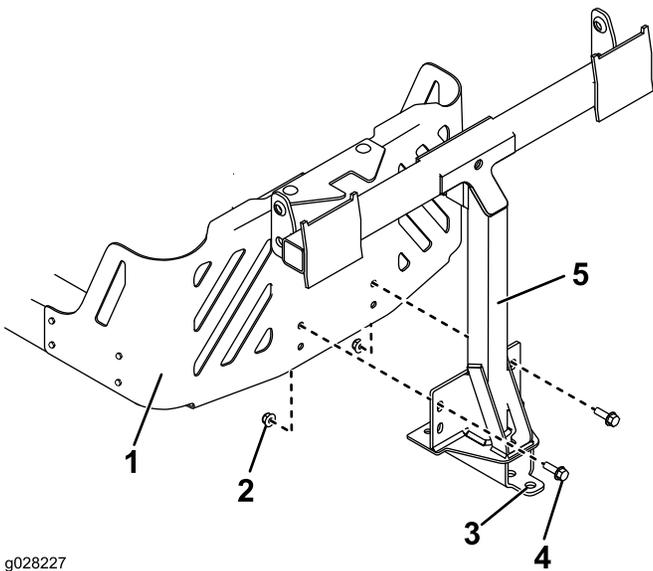

Figure 13
- 2. Montez le cadre de pivot sur le cadre de la machine comme montré à la Figure 13. Fixez le cadre de pivot au cadre de la machine avec 2 boulons (5/16 x 1 po) et 2 contre-écrous (5/16 po).